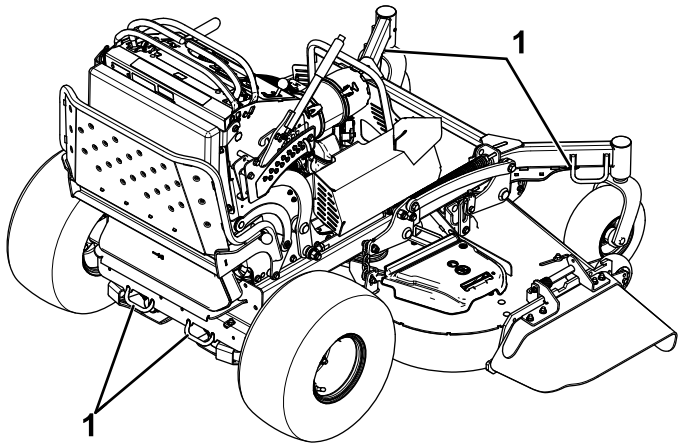

Рисунок 31
7. С помощью строп, цепей, тросов или канатов закрепите машину в точках, расположенных рядом с передними поворотными колесами и на заднем бампере (Рисунок 31). Изучите местные нормативные документы по требованиям к креплению оборудования.